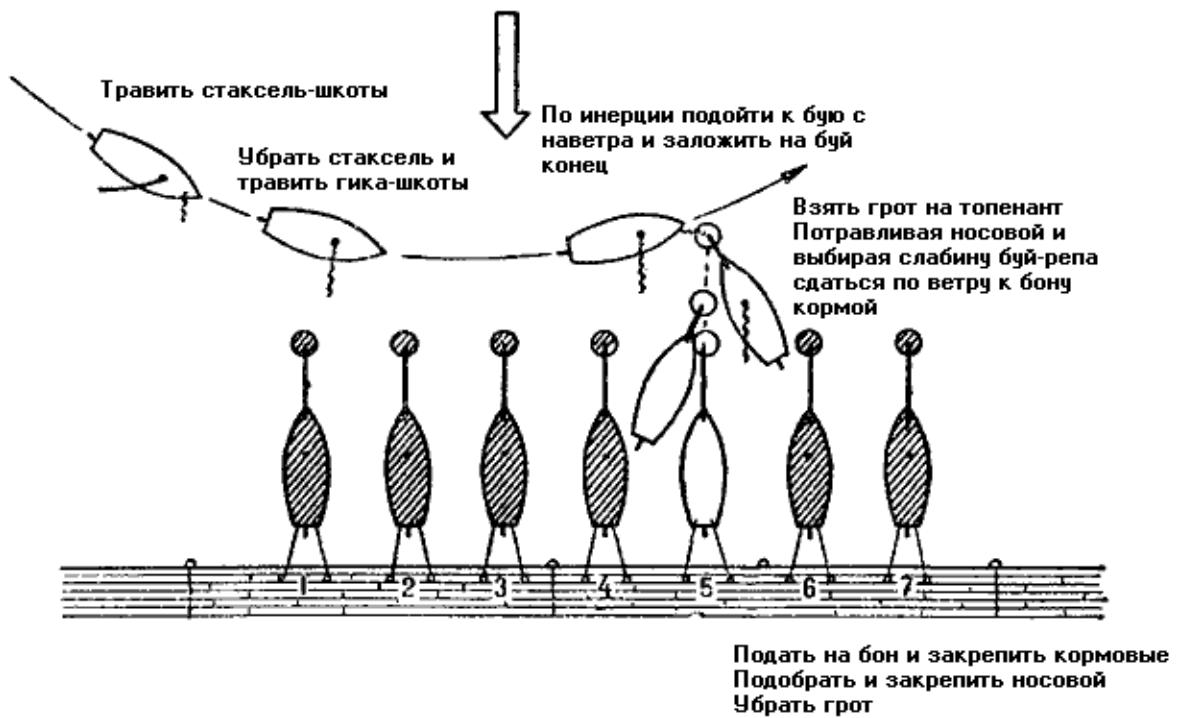

Рис. 126. Как встать на свое место с постановкой на буй (или с отдачей якоря) при навальном ветре
**Полными курсами** (бакштаг и фордевинд) подходят к причалу только в исключительных случаях, заранее убирая грот и только под передними парусами. В последний момент убирают их с таким расчетом, чтобы до минимума уменьшить ход. При свежем ветре к причалу подходят под рангоутом или с плавучим якорем, отанным с кормы. Если надо при навальном ветре подойти к причалу кормой с постановкой на бочку (буй), следует действовать как показано на **рис. 126**. Если буя или бочки нет, в нужном месте отдается якорь.